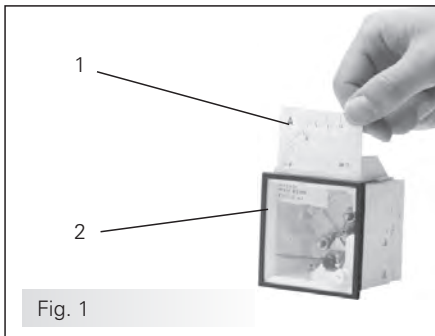

Fig. 1
En cas d'instruments de mesure pour connexion au transformateur d'intensité n/1A (fig. 1, pos. 2), un volet disposé sur la partie supérieure de l'instrument de mesure permet d'échanger les cadrans interchangeable (fig. 1, pos. 1).